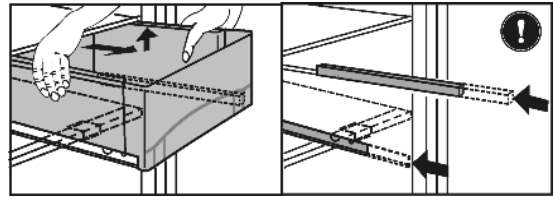

Fig. 33
- ▶ Schubfachdeckel *Fig. 33 (2)* einsetzen: Deckelstege des Schubfachdeckels von unten in die hintere Aufnahmehalterungen einführen, vorne in die Aufnahme Halterung einrasten.